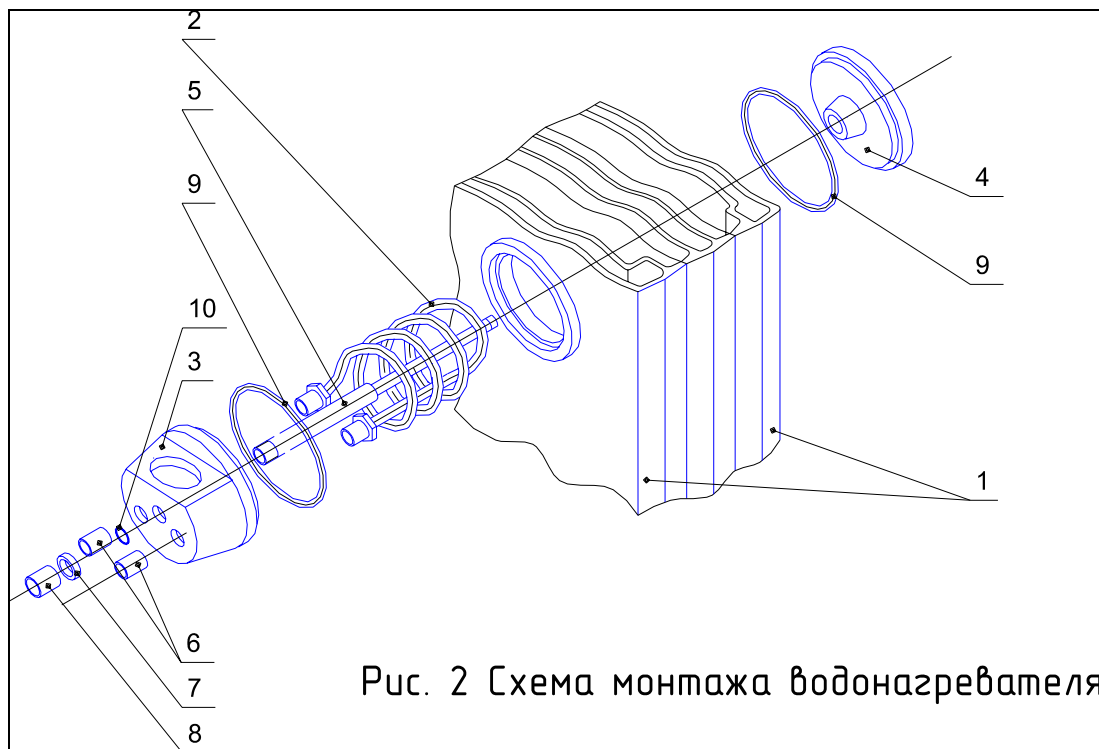

Рис. 2 Схема монтажа водонагревателя.
- 6.2. Схема монтажа водонагревателя показана на рис. 2;